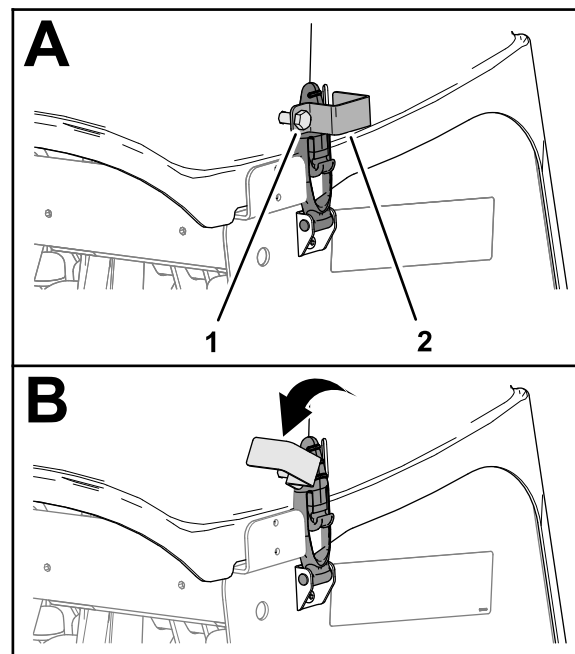

Bild 149
1. Wenn Ihre Maschine mit CE-Riegelhaken ausgestattet ist, lösen Sie die Schraube der Sicherungsplatte, bis die Sicherungsplatte den Schlitz an der Seite der Abdeckung des Aerifizierkopfs freigibt (**Bild 149**).
2. Drehen Sie die Sicherungsplatte, um den Riegel freizugeben (**Bild 149**).